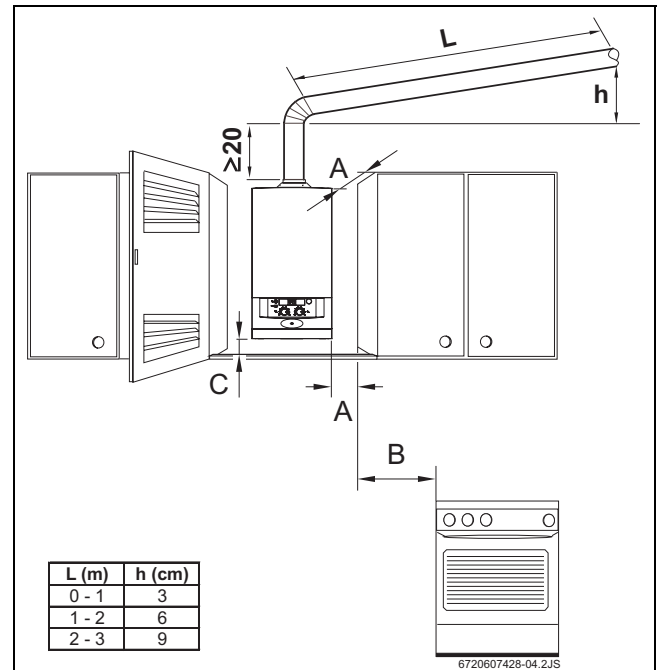

Рис. 5 Мінімальні відстані
- ▶ Забезпечити достатній доступ для монтажних та ремонтних робіт, згідно до відстаней, вказаних на Рис. 5.